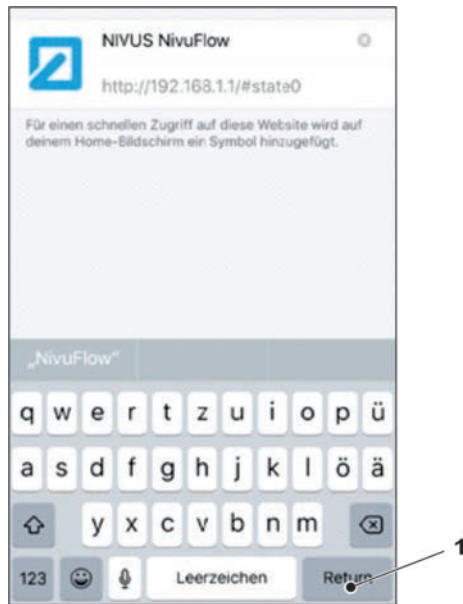

Abb. 26-16 Hinzufügen bestätigen
10. Mit „Return“ bestätigen (Abb. 26-16 Pos. 1).